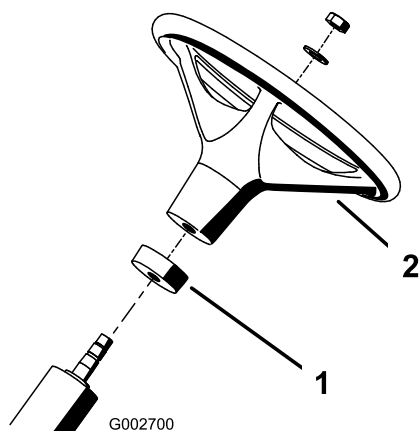

図 2
2. ウレタン・カラーを、径の小さい方からステアリング・シャフトにはめ込む (図 2)。
3. ハンドルをステアリング シャフトにはめ込む (図 2)。
4. ハンドルをステアリング・シャフトにはめ込み、ワッシャとロックナットで固定する (図 2)。ロックナットを 20-26 ft-lbs (27-35 Nm= 2.8~3.6 kg.m) にトルク締めする。